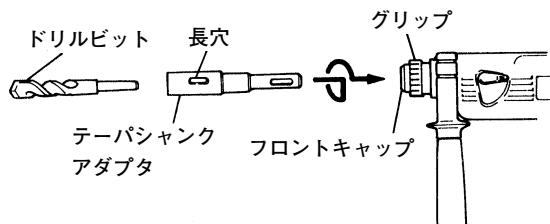
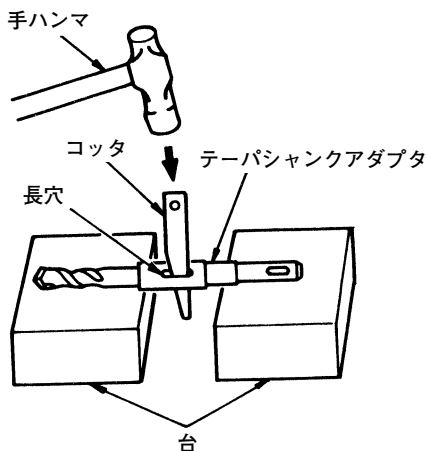

図 12
図 13
(1) テーパシャンクアダプタを本機に取付けます。(図12)
(2) テーパシャンクアダプタにドリルビット (テーパシャンク) を取付けます。(図12)
(3) スイッチを入れ, 所定の深さに穴をあけます。
(4) ドリルビット (テーパシャンク) の取りはずしは, テーパシャンクアダプタの長穴部分にコッタを入れ, 下に台を置いてコッタの頭を手ハンマでたたってください。(図13)